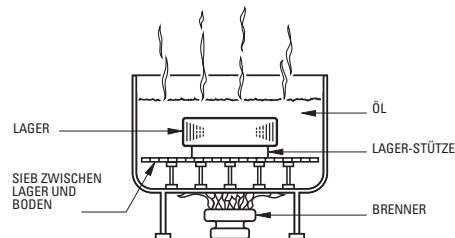

Abb. 10. Methode zur Wärmeausdehnung.
- In Abb. 10 ist das Ölbad dargestellt. Das Lager sollte sich nicht in direktem Kontakt mit der Wärmequelle befinden.